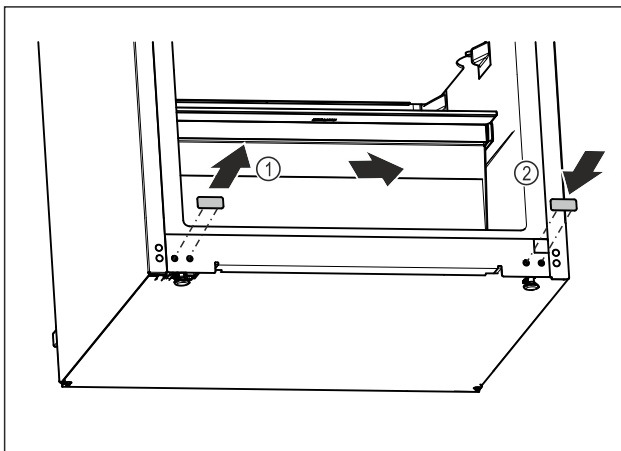

Fig. 17
- ▶ Vytáhněte krycí zátku. Fig. 17 (1)
- ▶ Zasuňte krycí zátku na opačné straně. Fig. 17 (2)